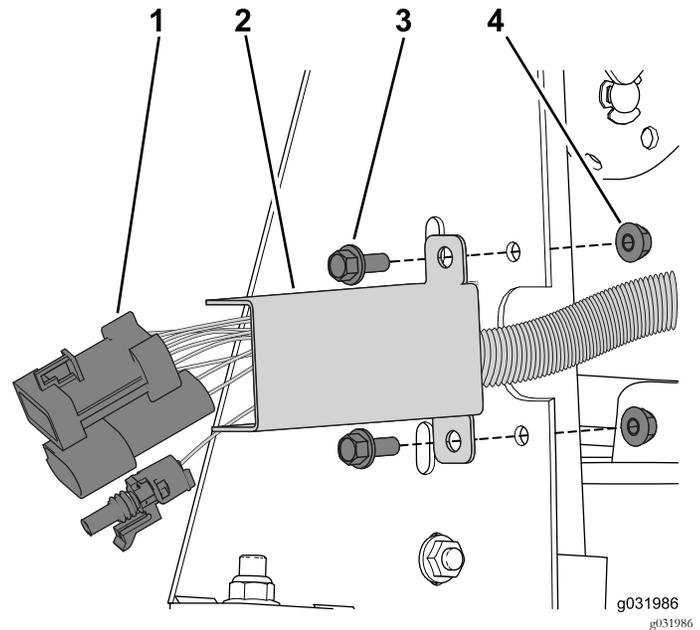

Figura 52
- Sujete el arnés de cables en el hueco fijando la cubierta de los cables al bastidor lateral con los 2 pernos con arandela prensada y contratuerzas (Figura 52).